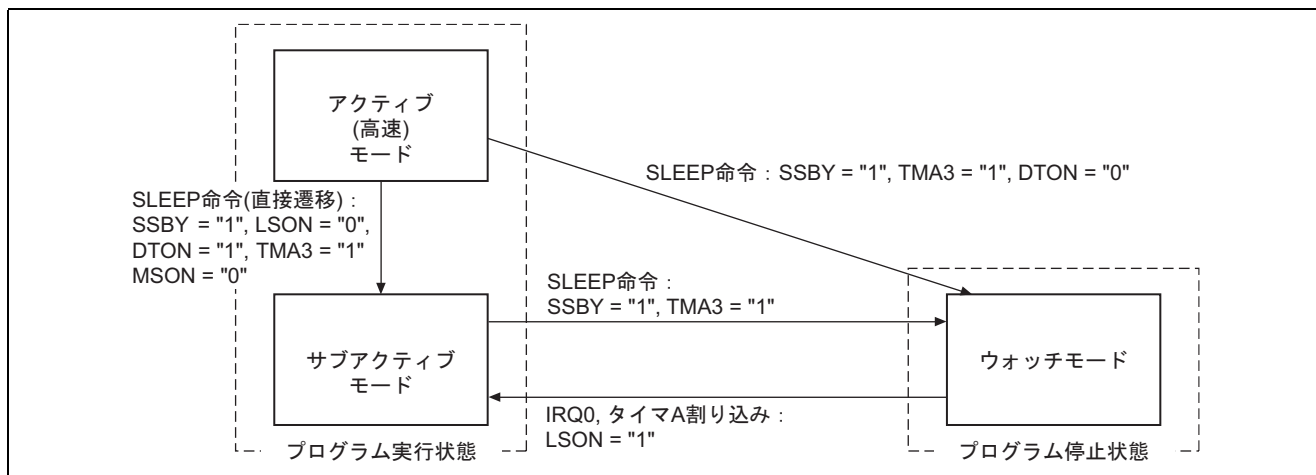

図1 ウォッチモードへのモード遷移図
- (1) 本タスク例では, 低消費電力モードのウォッチモードへの遷移を行ないます。図 1 にウォッチモードへのモード遷移図を示します。以下にウォッチモード機能の説明を示します。